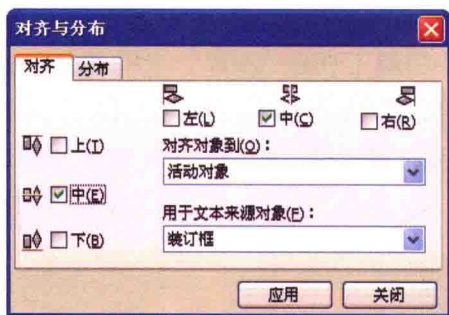
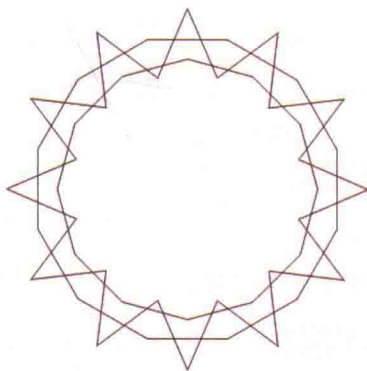

图1-22
图1-23
STEP 17 按【Ctrl+A】组合键，选择所绘制的多边形和星形，单击属性栏中“对齐”和“属性”按钮，打开【对齐与分布】对话框，在弹出的【对齐与分布】对话框中设置如图1-22所示参数，效果如图1-23所示。